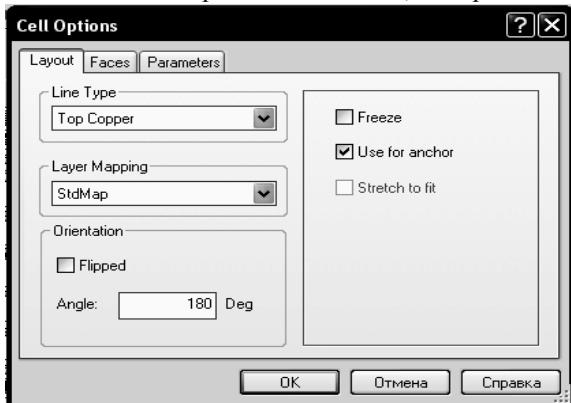

Рис. 4.17
1. В окне топологии схемы щёлкните левой кнопкой мышки по топологическому элементу **Alpha\_212\_3**, чтобы выделить его. Затем щёлкните по этому элементу правой кнопкой мышки и выберите **Shape Properties** (Свойства формы). Откроется диалоговое окно **Cell Options** (рис. 4.17).